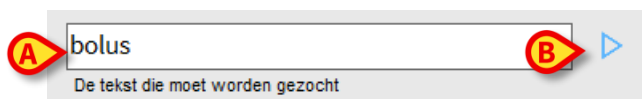

Fig 28
- Voer binnen het venster de te zoeken tekst in (Fig 28 **A**).
- Klik op toets  (Fig 28 **B**).